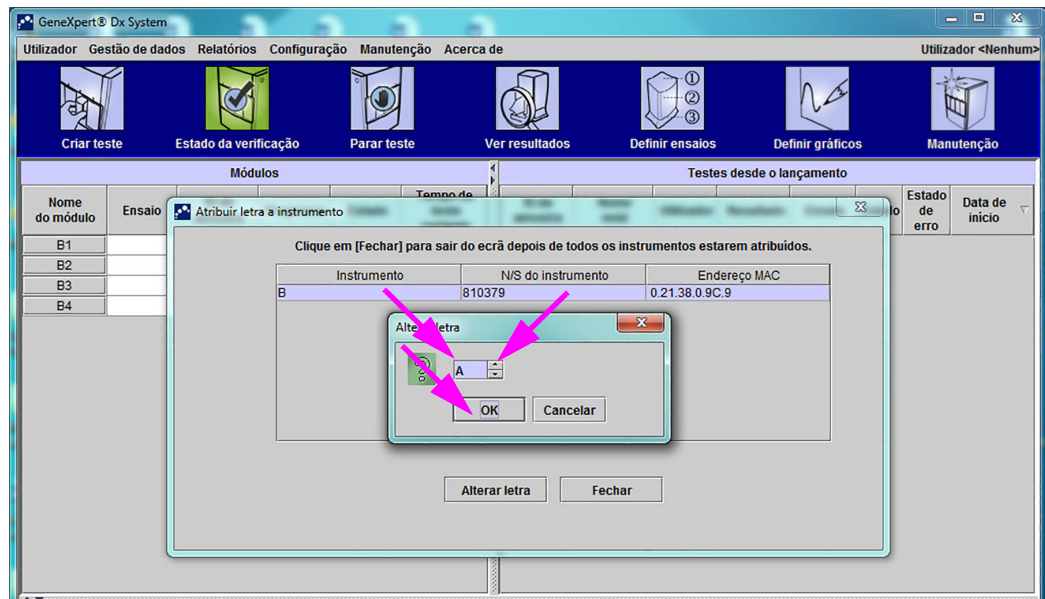

Figura 2-58. Janela GeneXpert Dx System com caixa de diálogo Alterar letra sobreposta
É apresentada a caixa de diálogo Alterar letra, tal como mostrado na figura 2-58. Selecciona a letra que pretende atribuir ao(s) módulo(s) utilizando as setas para cima/baixo na caixa de diálogo Alterar letra.
6. Depois de alterar a letra de atribuição, clique em **OK**. Consulte a figura 2-58.